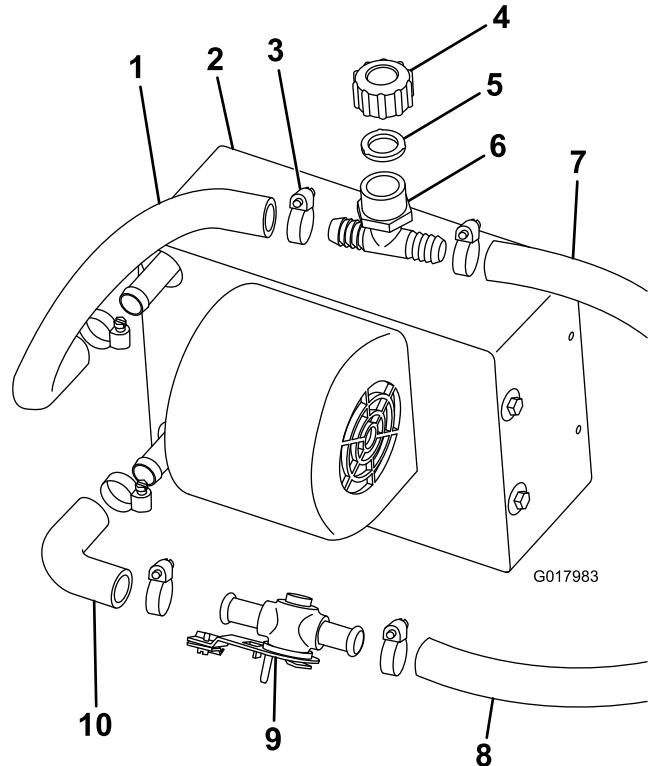

Bild 13
1. Befestigen Sie den Krümmerschlauch mit einer Schlauchklemme am unteren Anschlussstück der Heizung (Bild 13).
2. Schließen Sie das Heizungsventil mit einer Schlauchklemme am Krümmerschlauch an (Bild 13).
3. Schneiden Sie ein 36 cm langes Schlauchstück (5/8") und befestigen Sie es mit einer Schlauchklemme am oberen Anschlussstück der Heizung (Bild 13).
4. Befestigen Sie das weiße Füll-T-Stück, die Dichtung und den Deckel mit einer Schlauchklemme am oberen Heizungsschlauch (Bild 13).